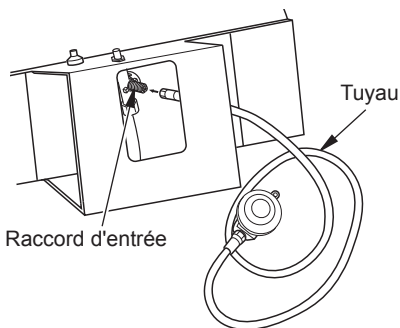

Figure 4 - Tuyau et raccord d'entrée
3. Raccordez le tuyau à l'entrée du robinet (voir figure 4, page 47). Resserrez fermement avec une clef.